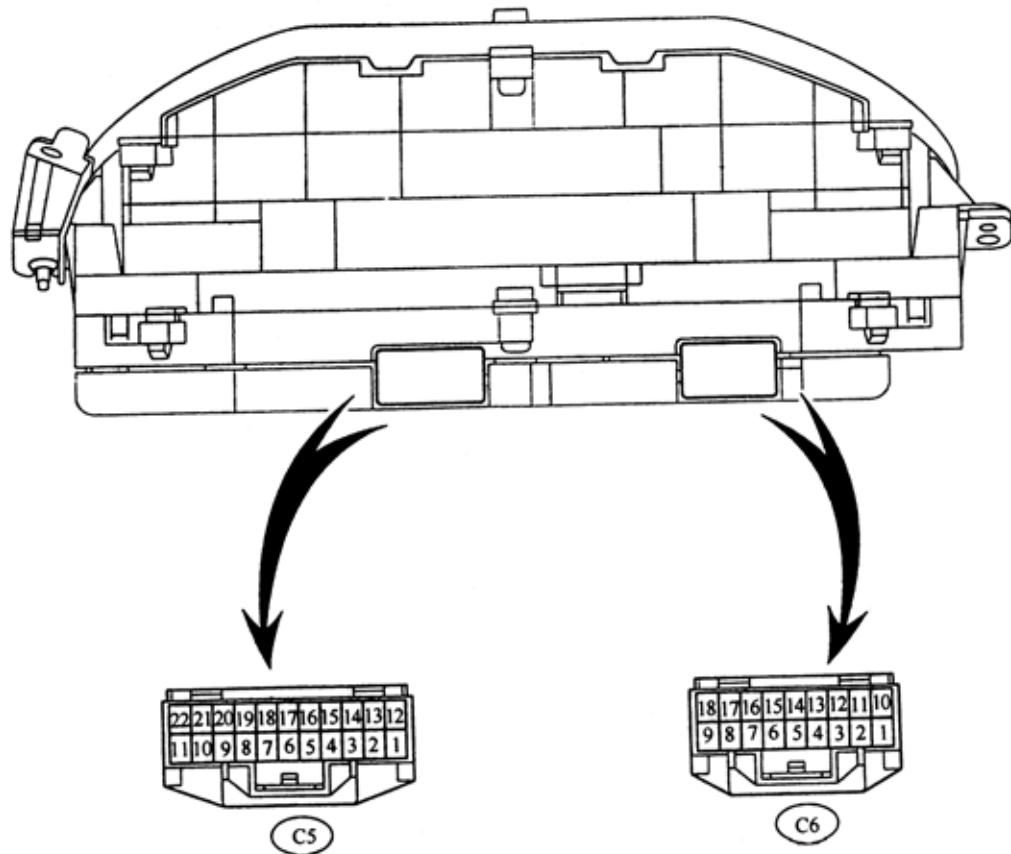

图 9-62
4) 模拟仪表 ECU 端子布置 , 如图 9-62 所示。